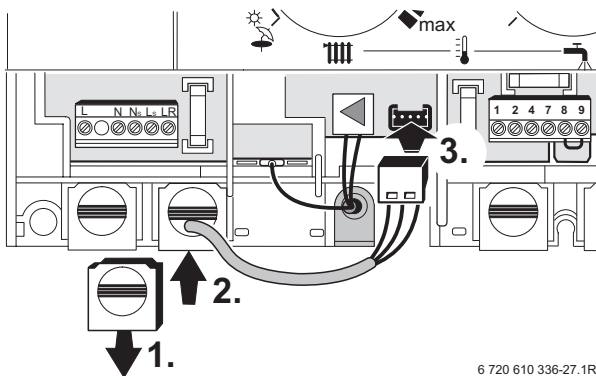

Fig. 23
- ▶ Infilare il cablaggio corto (solo UPE 15-60) del circolatore nel passacavo della morsettiera principale della caldaia, fig. 23.
- ▶ Collegare il suo connettore come da fig. 23.